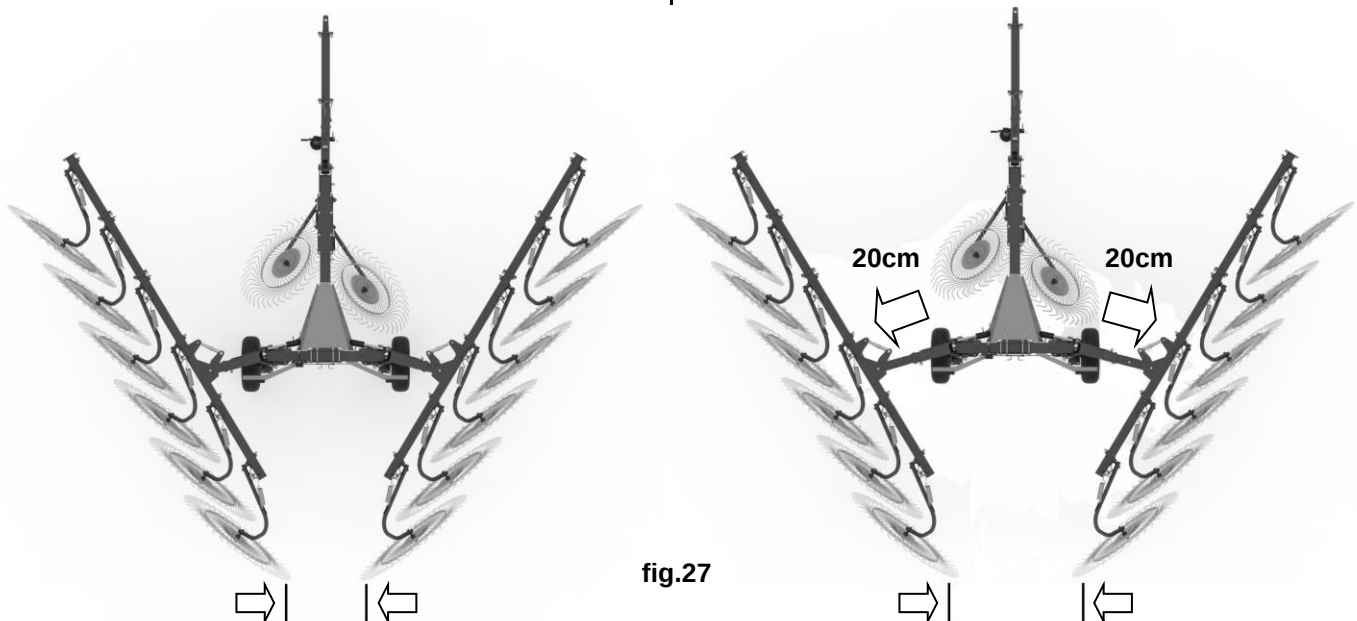

fig.27
- **Larghezza andana:** la sua formazione (o larghezza) può essere regolata sfilando i telai mobili dai rispettivi supporti (fig.27). L'escursione massima per lato è di **20 cm** (fig.27).
- **Withdraw width:** its formation (or width) can be adjusted by pulling out the mobile frames from respective support (fig.27). The maximum extension for side is **20 cm** (fig.27).